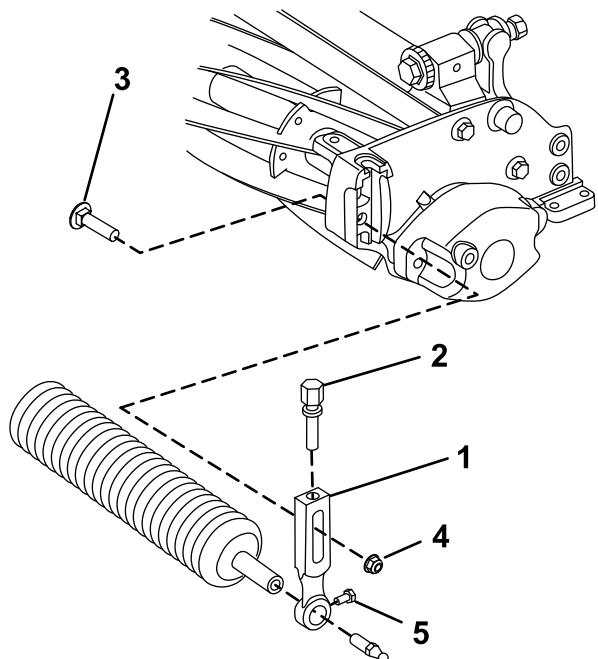

図3
- 刈高アーム左右のどちらか1本をカッティングユニットのサイドプレート固定しているプラウボルト、ワッシャ、フランジロックナットを外す図3。